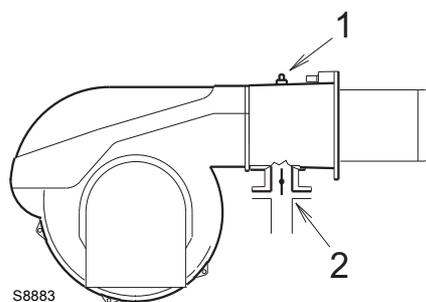

图 26
测试点 1)(图 26) 处测得的燃气压力，此时：
燃气蝶阀 2)(图 26) 处的压力损失，此时蝶阀最大开启角度为：90°。
- 用测试点 1)(图 26) 处测得的燃气压力减去炉膛背压。
测试点 1)(图 26) 处燃气压力 = 9,0 mbar
了解测试点 1)(图 26) 处所需燃气压力，将燃烧器以最大出力运行，然后：
- 读出右边栏 1 所示插座压力 1)(图 26)。
测试点 1)(图 26) 处压力。
- ▶ 将燃气阀组管路中的空气排净，连接一个塑料管到最小燃气压力开关的压力测试点 1)（图 26）。将该塑料管伸到建筑物外，可以闻到燃气的味道。